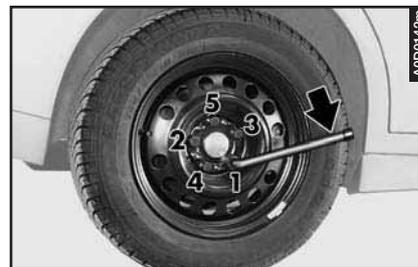

fig. 21
– Stringere a fondo i bulloni secondo l'ordine rappresentato (**fig. 21**).